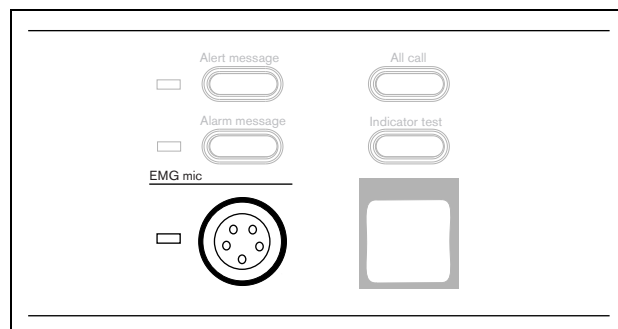

figura 5.15: Indicatore del microfono di emergenza
- La spia rossa EMG mic si accende (vedere figura 5.15).